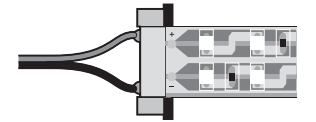

Bild 3
3. Einspeisungsverbinder auf das Ende der LED-Platine stecken (Polung beachten) und den Verschluss schließen (Bild 3).
3. Plug the feed connector onto the end of the LED board (observe the polarity) and close the lock (fig. 3).